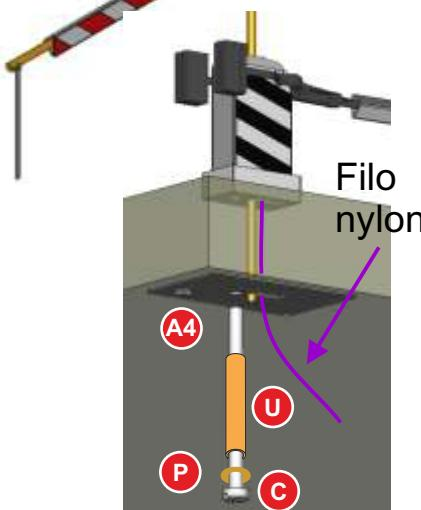

Figura 13
8) Per l'installazione finale forare il piano su cui verranno posate le barriere del passaggio a livello. Far riferimento alla contropiastre A4 per le aree da forare e liberare da residui di legno. Posizionare la barriera sopra la tavola far passare il filo in nylon all'interno del foro come mostrato in figura 13, quindi posizionare la contropiastre A4 nella parte inferiore e bloccare il tutto con la vite C e rondella P. Se tale vite risultasse troppo lunga si possono mettere delle rondelle o uno spezzone del tubo U come distanziatore. Il meccanismo per l'azionamento alza e abassa 19-372 è descritto in separate istruzioni 60-033.